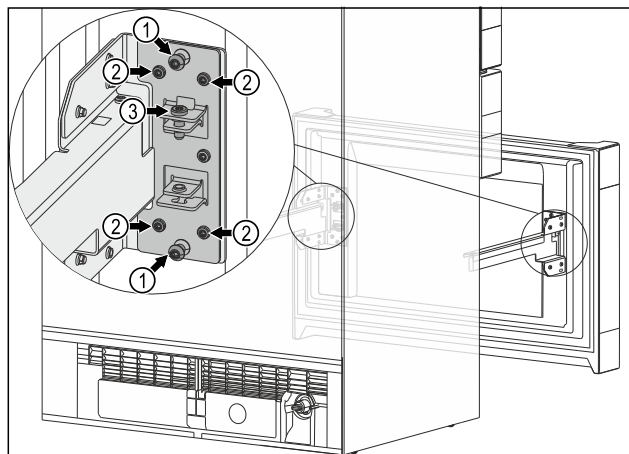

Fig. 13
- Rimuovere entrambe le viti Fig. 13 (1) centrali.
- Allentare tutte e quattro le viti Fig. 13 (2).
- La posizione finale del carrello di estrazione è raggiunta: Stringere tutte e quattro le viti Fig. 13 (2).
- Non sono più necessarie le viti Fig. 13 (1) centrali.